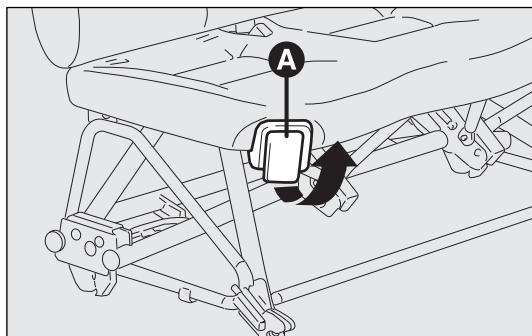
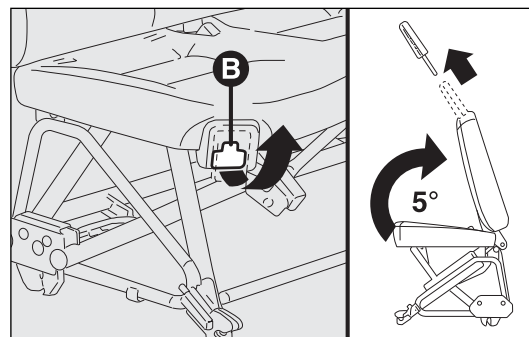

fig. 40
fig. 41
Subir la palanca A-fig. 40 e inclinar el respaldo hacia delante.
- subir la palanca B-fig. 41 (debajo de la palanca A-fig. 40) con la mano derecha;